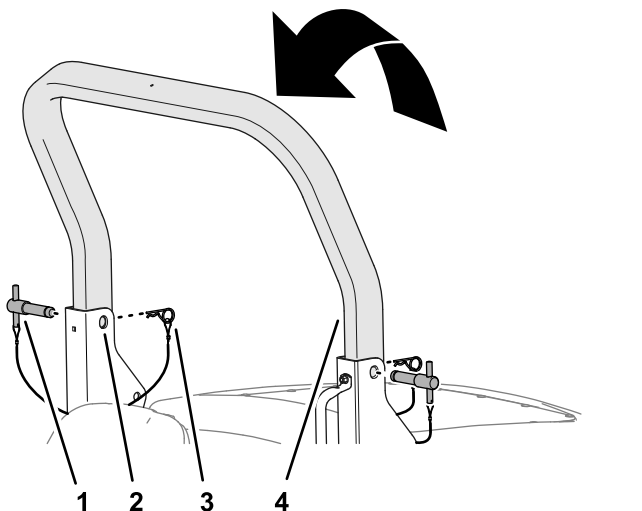

Figure 29
- Tirez la partie supérieure de l'arceau de sécurité vers le haut jusqu'à ce que les trous de l'arceau de sécurité soient en face des supports de pivot (Figure 29).
- Insérez les axes dans les trous supérieurs des supports de pivot et dans l'arceau de sécurité (Figure 29).
- Fixez les axes de l'arceau de sécurité dans les supports de pivot avec les goupilles fendues (Figure 29).